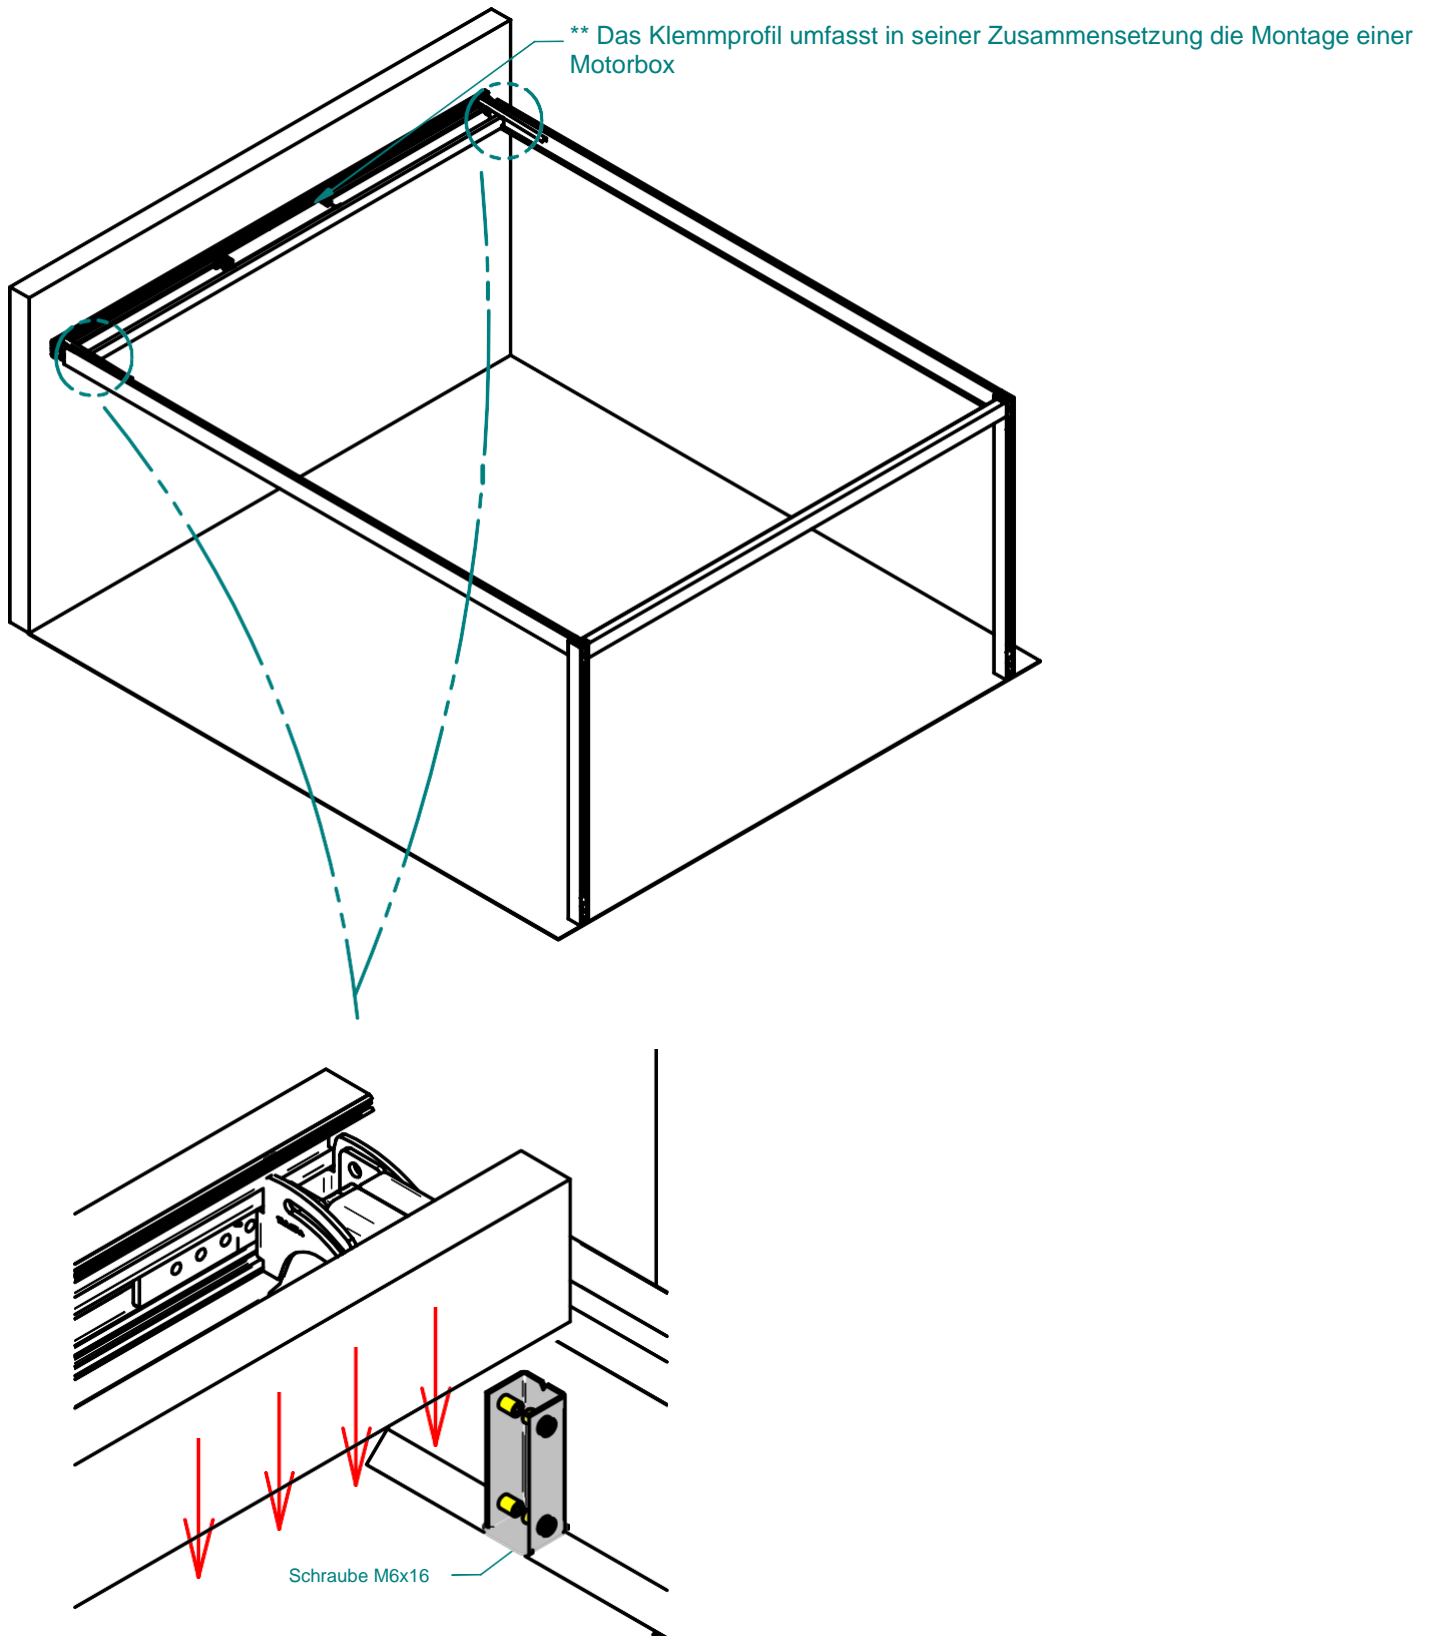

Bild 8.1
8.1 Das Klemmprofil einschieben (die Pfeile zeigen die Richtung (Bild 8.1)) und mit einer Schraube M6x16 festschrauben.